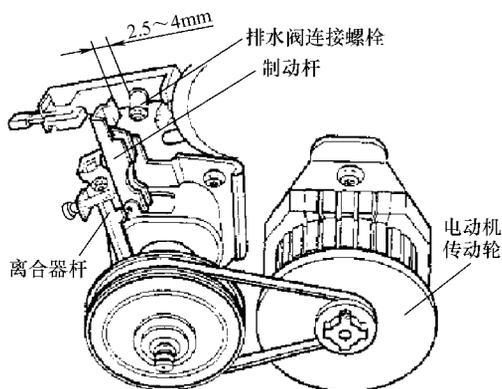

图 6-34 制动杆与排水阀连接螺栓之间的间隙
**【附注】** 调整排水阀连接杆与制动杆之间的间隙时，应保持制动杆与排水阀连接螺栓之间有 2.5 ~ 4mm 的间隙，如图 6-34 所示。